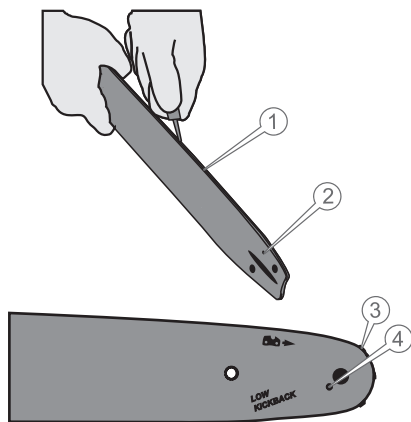

Рисунок 13. Обслуговування «шини»
6.2 Обслуговування шини та веденої зірочки (рис. 13).